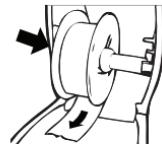

Figura 9
- 6 Insira a bobina de etiquetas na abertura localizada na tampa da impressora, com as etiquetas saindo pela parte inferior do rolo. Consulte Figura 9.